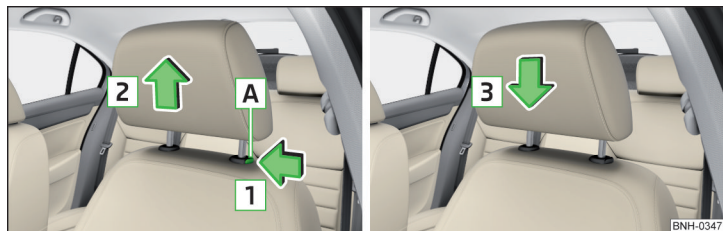

Fig. 71 Extraer / introducir el reposacabezas adelante
- Para **retirar**, mantener la tecla de seguridad **A** en el sentido de la flecha **1** y retirar el reposacabezas en el sentido de la flecha **2** » fig. 71.